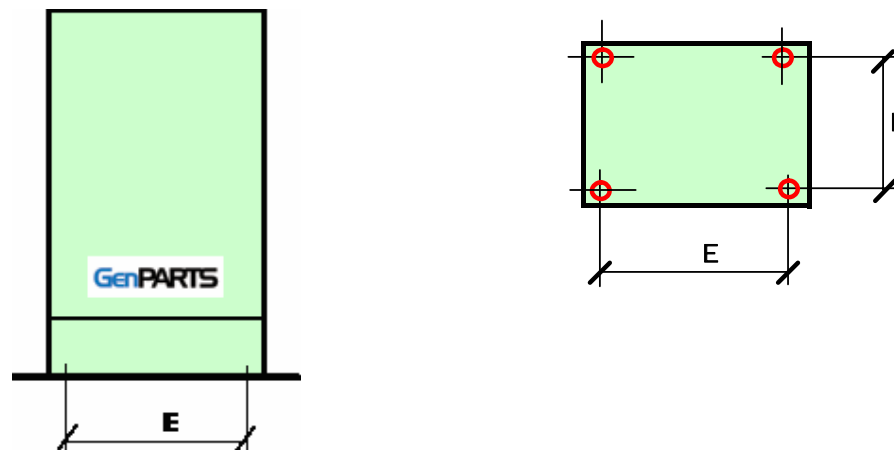

Abbildung 2
- Standschrank mit einem Sockel in Höhe von 200 mm (Abbildung 2).